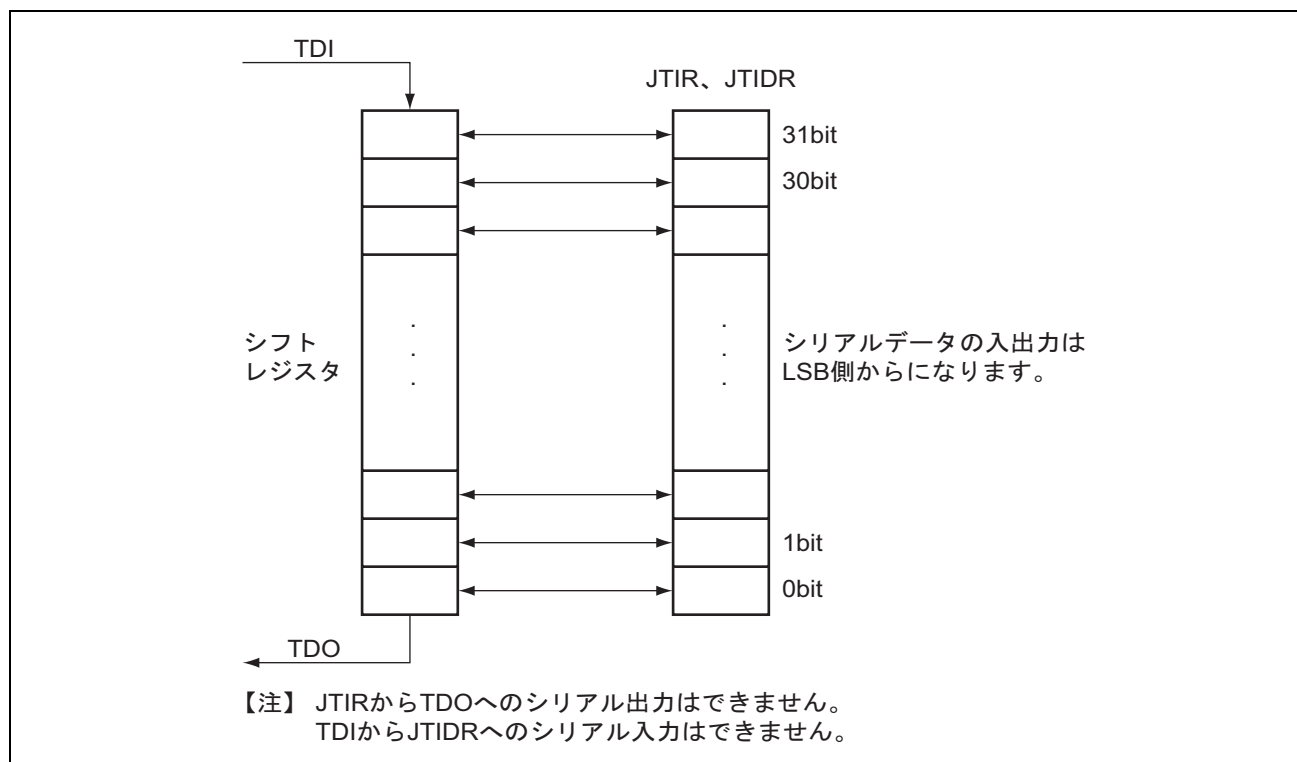

図 23.3 シリアルデータ入出力
1. シリアル転送時、データの入出力はLSB側からとなります。図23.3に示します。